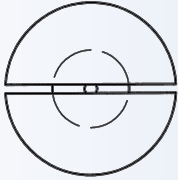
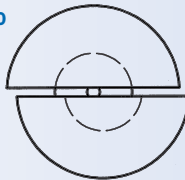

Abb. 10
Abb. 11
**Richten:** Ist ein Tastkopf radial verbogen (Abb. 10), mit Flachzange kurz hinter dem Kopf in andere Richtung biegen (etwas über den Mittelpunkt hinaus, da Rückfederung (Abb. 11).